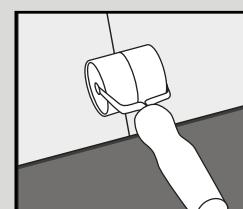

Fig. 4
5. Continúe instalando tablones a lo largo de la sala hasta completar la fila ayudándose de un rodillo de mano. (fig. 4) Solo si fuera necesario, utilice una maza de goma y un recorte del producto para golpear con suavidad y que encaje. Puede utilizar una palanca para encajar el producto en los bordes del perímetro de la sala (fig. 5).